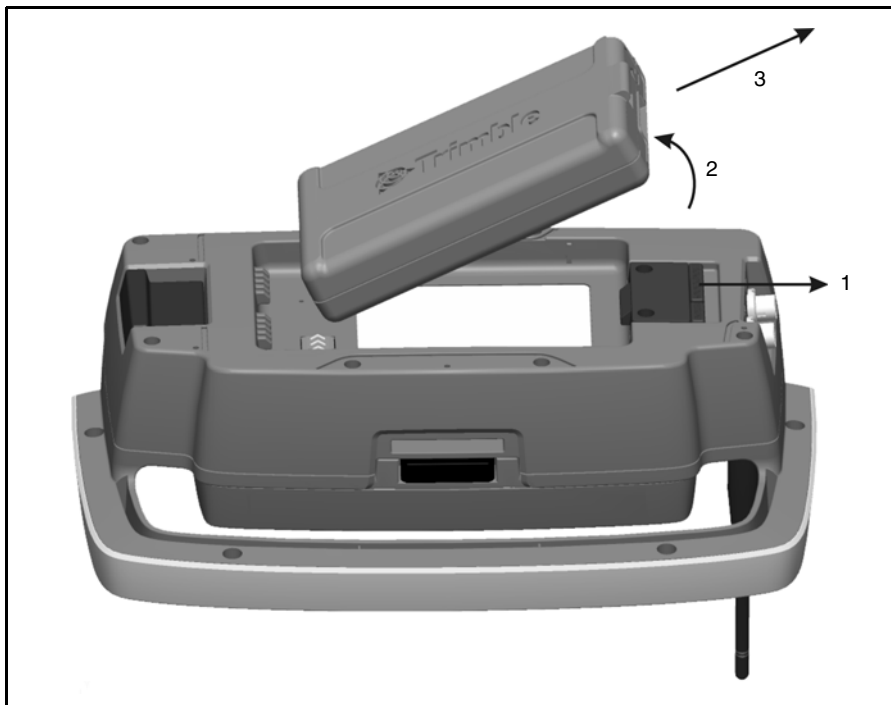

Bild 7.67 Ta ur ett batteri ur robotic-hållaren
1. Dra batterilåsningsmekanismen bort från batteriet (1).
2. Lyft upp denna sida av batteriet (2).
3. Ta ur batteriet ut hållaren (3). Se bild 7.67.